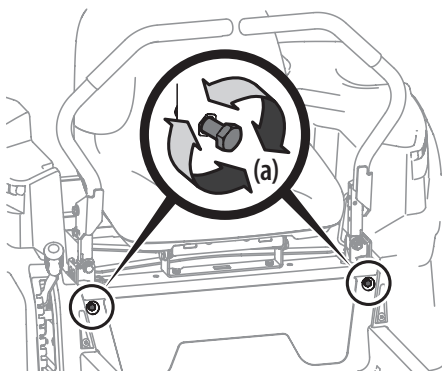

Figure 41
2. Localisez les boulons de réglage de la butée du levier de commande de transmission des barres de conduite (a) situés à l'avant du châssis du siège. Consultez la Figure 41.